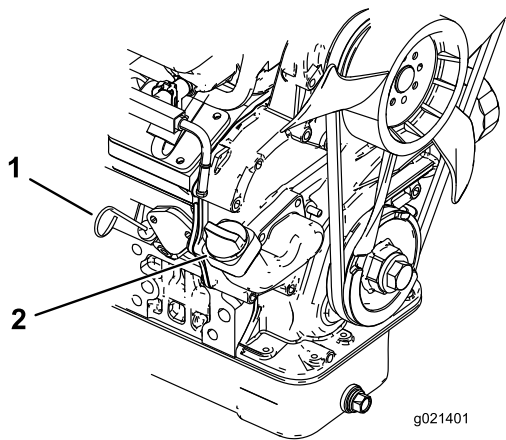

Figura 20
2. Retire la varilla (Figura 20) y límpiela con un paño limpio. Introduzca la varilla en el tubo, asegurándose de que entre a fondo. Retire la varilla y verifique el nivel de aceite.
3. Si el nivel de aceite es bajo, retire el tapón de llenado (Figura 20) y añada suficiente aceite para elevar el nivel a la marca Full (lleno) de la varilla.